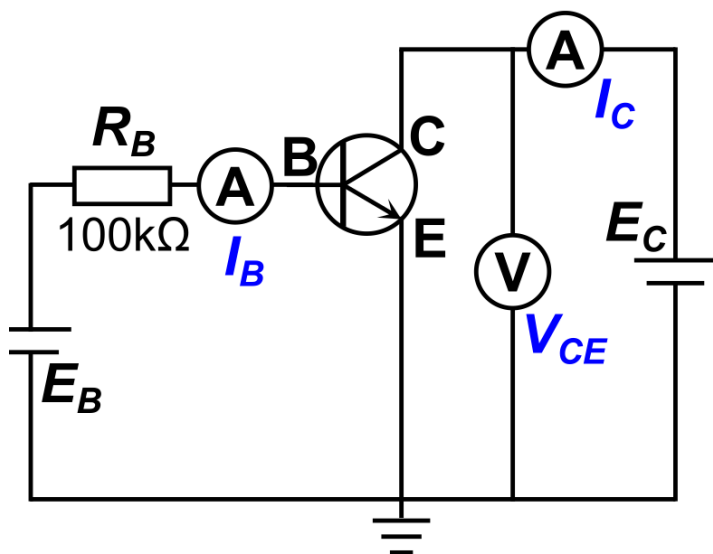

图 1: 直流工作电路
1. 首先搭建直流工作电路，如 **图 1**。调节 E_B 使得 $I_B = 60\mu A$ 。